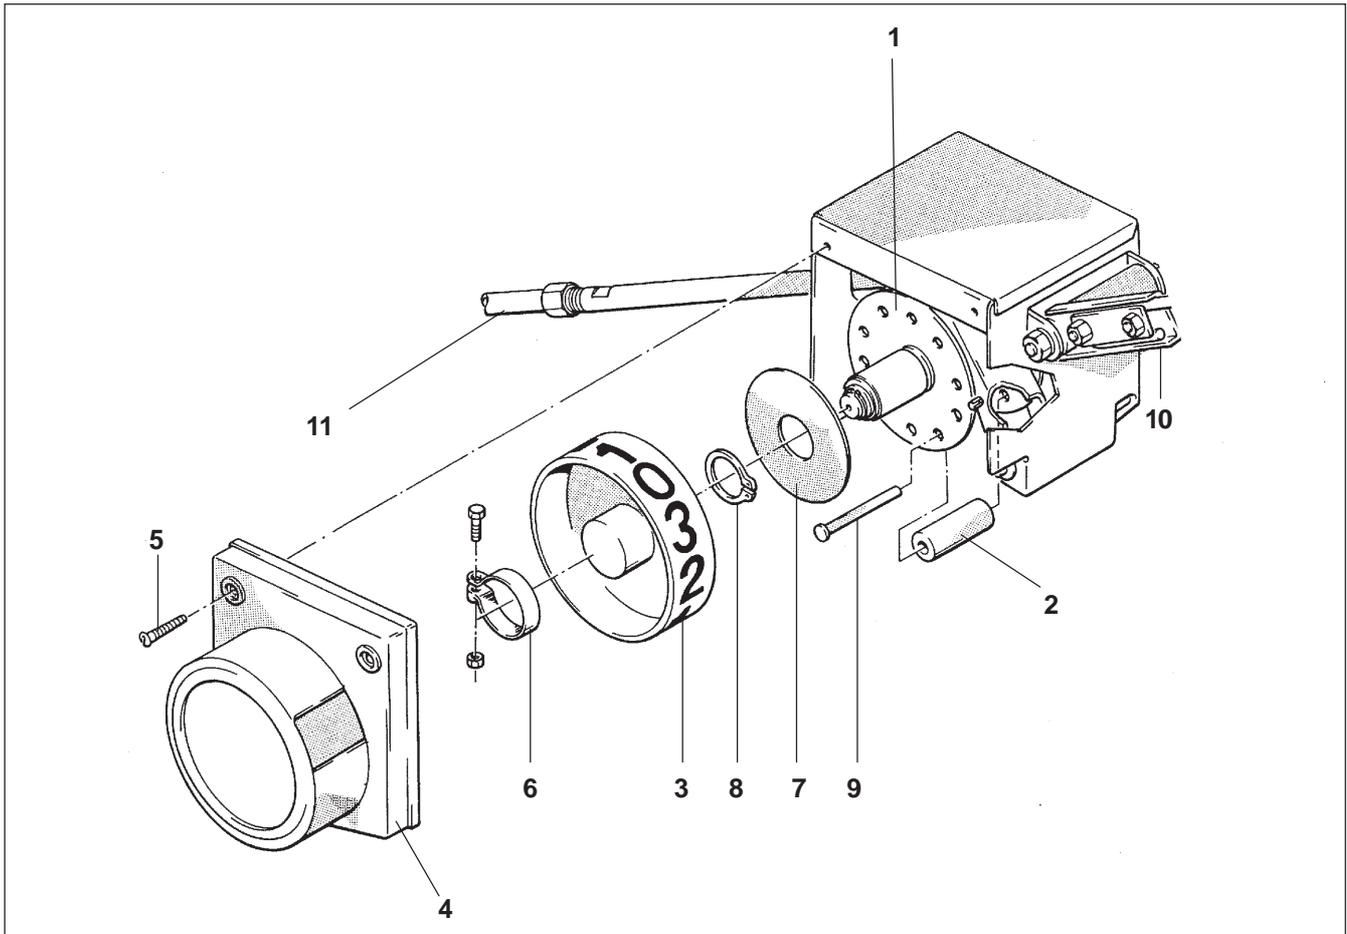

Fig. 26.40
- Montar la arandela de fijación (fig. 26.40/7) y la grupilla de seguridad (fig. 26.40/8).
- Colocar la rueda indicadora (fig. 26.40/3) tal como se indica en el aptdo. 26.11 con la nueva pegatina de control y fijarla al disco divisor con ayuda de la abrazadera (fig. 26.40/6).
- Accionar la palanca (fig. 26.40/10) hacia abajo el número de veces necesario hasta que el tubo de unión (fig. 26.40/11) quede tenso y fijado mediante un rodillo de conexión (fig. 26.40/2). Se sujeta la tapa protectora (fig. 26.40/4) en la caja de conexión y se gira la rueda indicadora (fig. 26.40/3) hasta que aparezca el número "0" en el visor de la tapa protectora.
- Fijar la rueda indicadora (fig. 26.40/3) con la abrazadera (fig. 26.40/6) y montar la tapa protectora (fig. 26.40/4).
- Accionar la palanca (fig. 26.40/10) hacia abajo el número de veces necesario hasta que la rueda indicadora (fig. 26.40/3) haya girado al menos tres vueltas completas y comprobar si la caja de conexión trabaja correctamente, es decir que en cada posición "0" es accionado el tubo de unión.